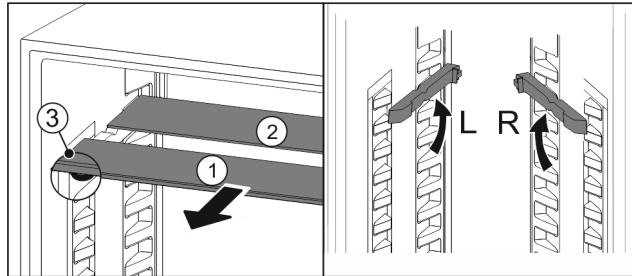

Fig. 67
- Vytiahnite sklené dosky jednotlivo dopredu Fig. 67 (1).
- ▷ Sklená doska Fig. 67 (1) s ozdobnou lištou leží vpred.
- ▷ Zarážky Fig. 67 (3) ukazujú nadol.